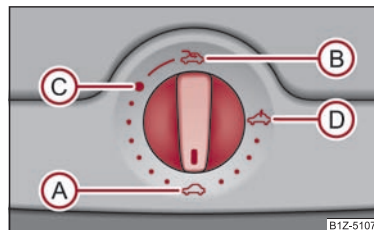

Abb. 35 Ausschnitt des Dachhimmels: Drehschalter für das elektrische Schiebe-/Ausstelldach
Das Schiebe-/Ausstelldach wird mit dem Drehschalter → Abb. 35 bedient und funktioniert nur bei eingeschalteter Zündung. Der Drehschalter hat mehrere Stellungen.
- Drehen Sie den Schalter in Stellung **(C)** ⇒ Seite 47, Abb. 35.
- Drehen Sie den Schalter in Stellung **(A)** ⇒ Seite 47, Abb. 35.
öffnet vollständig. Das Schiebe-/Ausstelldach können Sie ohne Kraftbegrenzung vollständig schließen, wenn Sie den Schalter in Stellung **(A)** ⇒ Seite 47, Abb. 35 vorn so lange drücken, bis das Schiebe-/Ausstelldach vollständig geschlossen ist ⇒ **(A)**.
Nach jeder Notbetätigung (mit Innensechskantschlüssel) muss das Schiebe-/Ausstelldach in die Grundstellung gebracht werden. Sie müssen deshalb den Drehschalter in die Schalterstellung A → Seite 47, Abb. 35 stellen und ihn vorn etwa 10 Sekunden lang drücken. ■